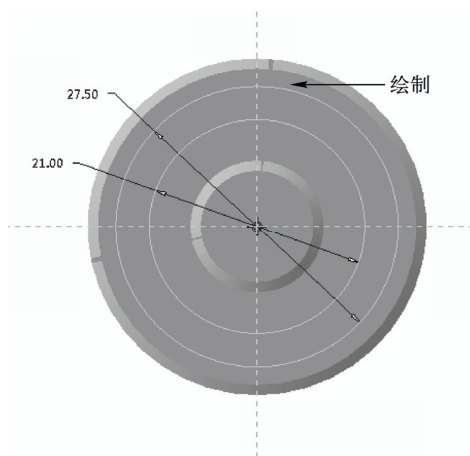

图 15-29 绘制草绘截面一
STEP 01 在功能区选项板的“模型”选项卡中，单击“基准”面板中的“草绘”按钮, 弹出“草绘”对话框，选择“FRONT”基准平面作为草绘平面，接受默认的草绘视图方向和参考，单击“草绘”按钮，进入草绘环境，单击“草绘”选项卡中的相应按钮，绘制草绘截面，如图 15-29 所示。